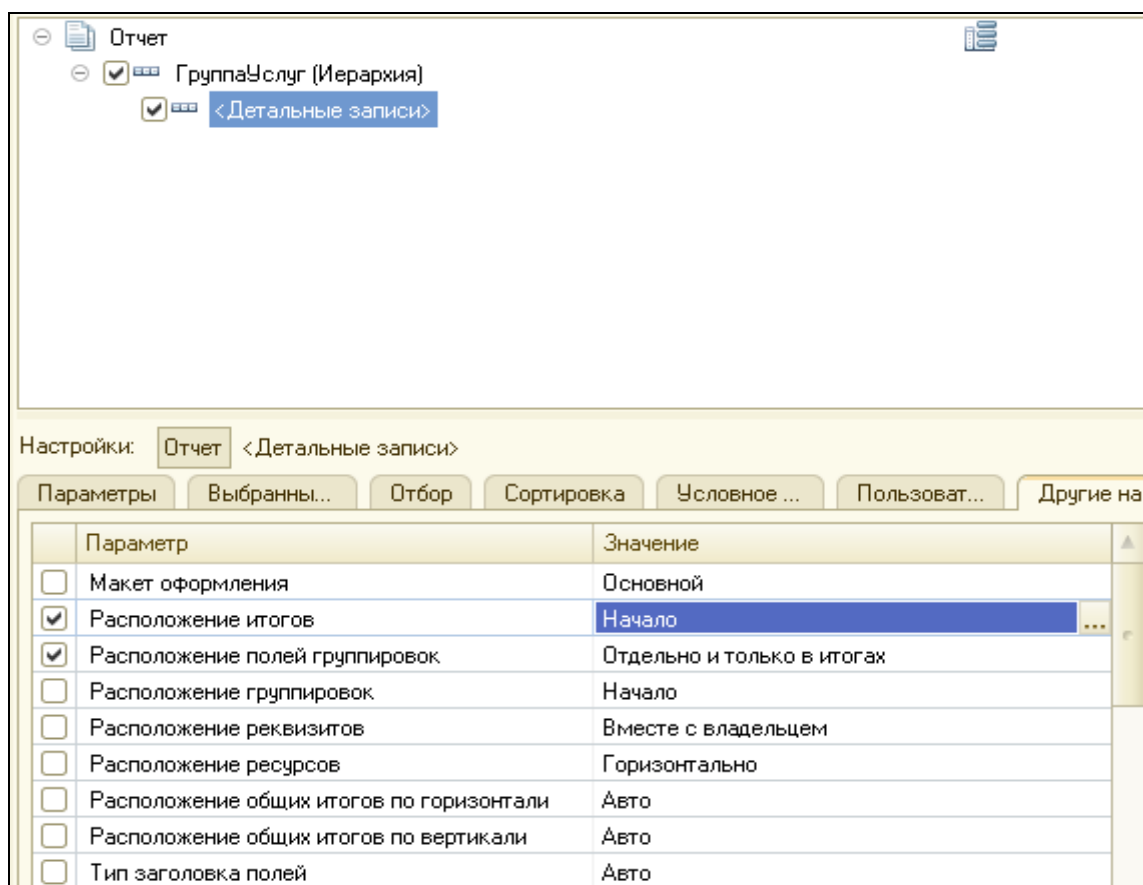

Рисунок 4.50 Настройки вывода итогов для глобального отчета
16. Перейти к настройке группировки **ГруппаУслуг**, выделив ее в списке группировок. Укажем для параметра Расположение итогов этой группировки – нет, расположение полей группировки –Отдельно и только в итогах. Произведем настройку параметров для отчета в целом (рис. 4.50).